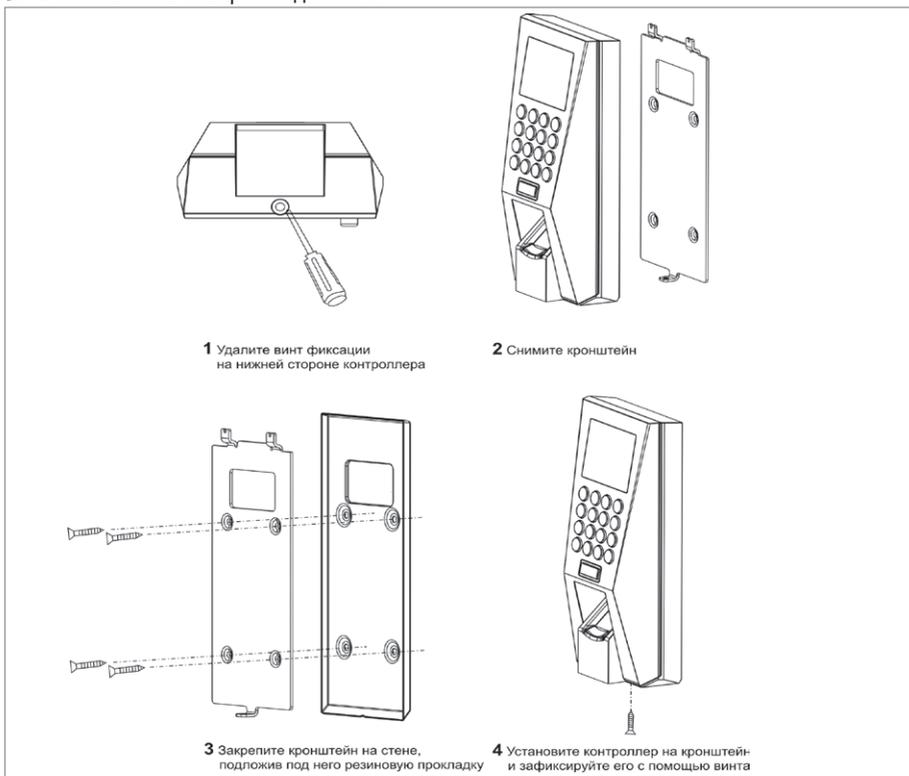

Рисунок 15. Последовательность монтажа контроллера «С2000-BIOAccess-F18»
4. Удалите винт фиксации в нижней части контроллера и отсоедините кронштейн, аккуратно потянув кронштейн на себя и вверх (см. рисунок 15, пп.1 и 2).
6. Закрепите шурупами кронштейн на стене, подложив под него резиновую прокладку, с помощью шурупов, входящих в комплект поставки (см. рисунок 15, п.3).
7. Навесьте контроллер на кронштейн и закрепите контроллер на кронштейне при помощи винта фиксации и отвертки «звездочка» (см. рисунок 15, п.4).